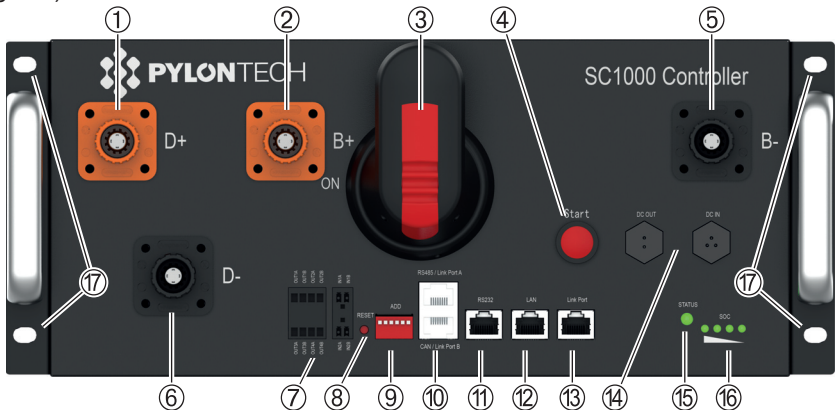

Fig. 7.1 - Modulo di controllo.
- Estrarre le spine (1, 2, 5 e 6, Fig. 7.1) dei cavi di alimentazione +/- e connettori dei cavi di comunicazione (10 e 13, Fig. 7.1).
- Svitare le 4x viti di fissaggio M6 dalla parte anteriore del modulo di controllo (17, Fig. 7.1).